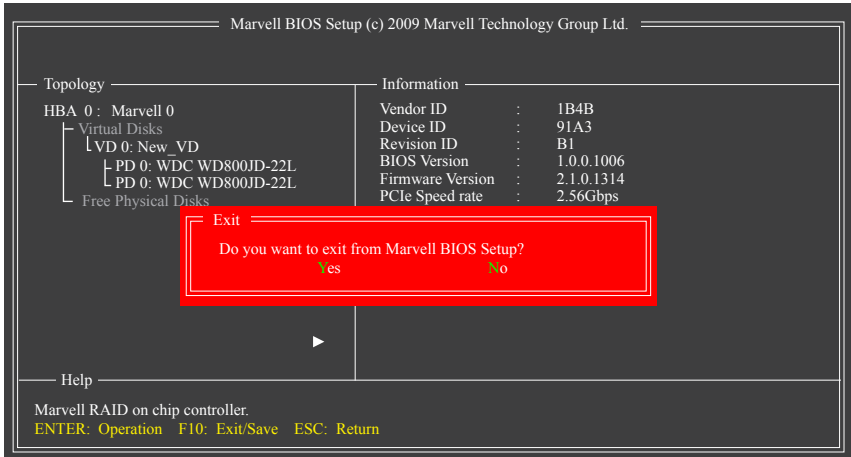

图7
7. 储存设定并离开：设定好磁盘阵列要离开RAID设定程序前，请务必在主画面选择按<F10>键。确定离开请按<Y>，取消请按<N> (图7)。